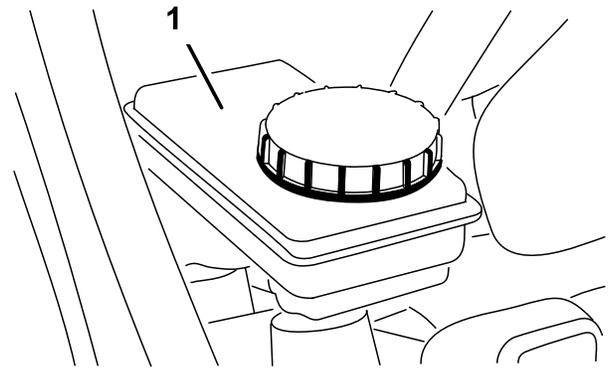

图25
2. 确保油位达到刹车油油箱上的“已满”标记线图25。
3. 如果油位过低请清洁油箱盖的周围取下油箱盖向油箱添加指定刹车油到适当油位图25。